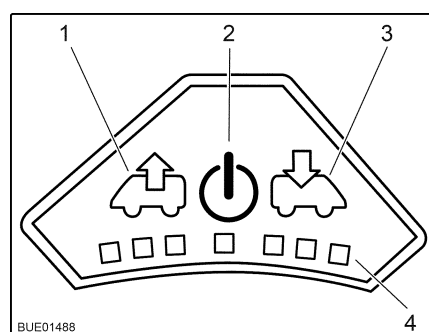

Fig. 76 Cuadro de mando del ventilador
- Conectar:** ■ Pulsar la tecla On/Off (Fig. 76,2). El ventilador funciona en el modo confort (extracción con la velocidad más baja del ventilador).
- Purgar:** ■ Para aumentar la velocidad del ventilador: Pulsar la tecla de extracción (Fig. 76,1). La velocidad del ventilador aumenta un nivel en el sentido de extracción de aire. Los LED (Fig. 76,4) muestran los niveles de ajuste.
- Para disminuir la velocidad del ventilador: Pulsar la tecla de ventilación (Fig. 76,3). La velocidad del ventilador disminuye un nivel.
- Ventilar:** ■ Para aumentar la velocidad del ventilador: Pulsar la tecla de ventilación (Fig. 76,3). La velocidad del ventilador aumenta un nivel en el sentido de ventilación. Los LED (Fig. 76,4) muestran los niveles de ajuste.
- Para disminuir la velocidad del ventilador: Pulsar la tecla de extracción (Fig. 76,1). La velocidad del ventilador disminuye un nivel.
- Desconectar:** ■ Pulsar la tecla On/Off (Fig. 76,2). El ventilador se detiene, los LED se apagan.